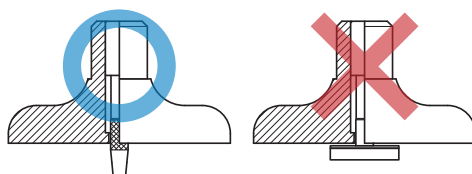

Fig. 2
5. Quando for zerar o instrumento com a ponta rente à base, verifique que a ponta de contato tenha um diâmetro menor do que o diâmetro do furo da base. **(Fig. 2)**